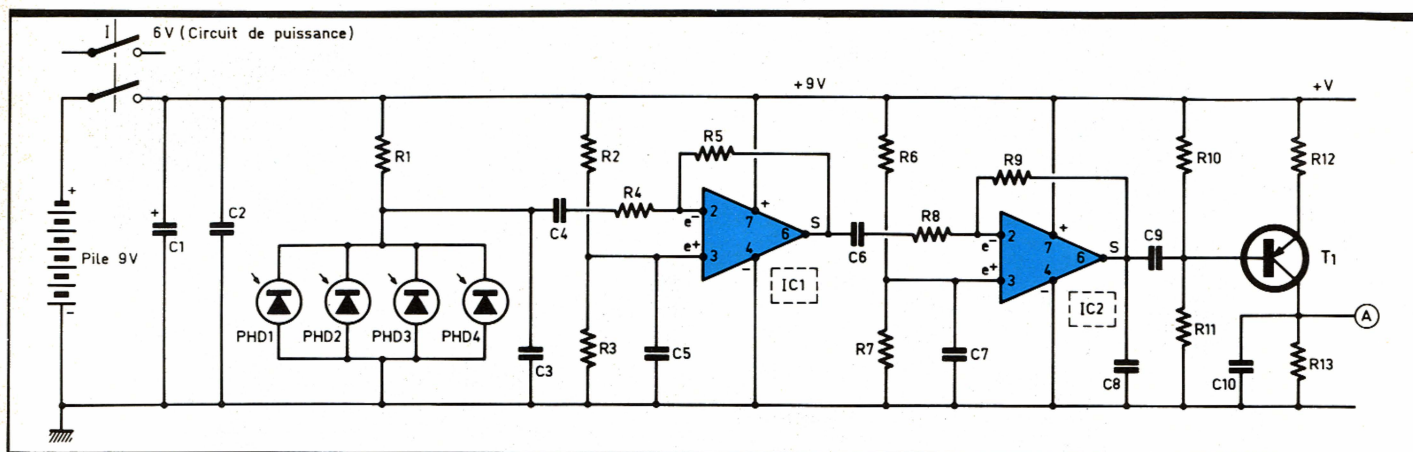

Fig. 3 Schéma de principe de la section réception des signaux infrarouges.
a) Alimentation (fig. 3 et 6)
b) Amplification des signaux (fig. 3)